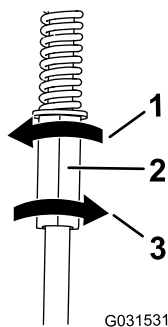

図 51
4. 左側のコントロールロッドを 1/4 回転ずつ回して、直進できるまで少しずつ調整を進める **図 51**。